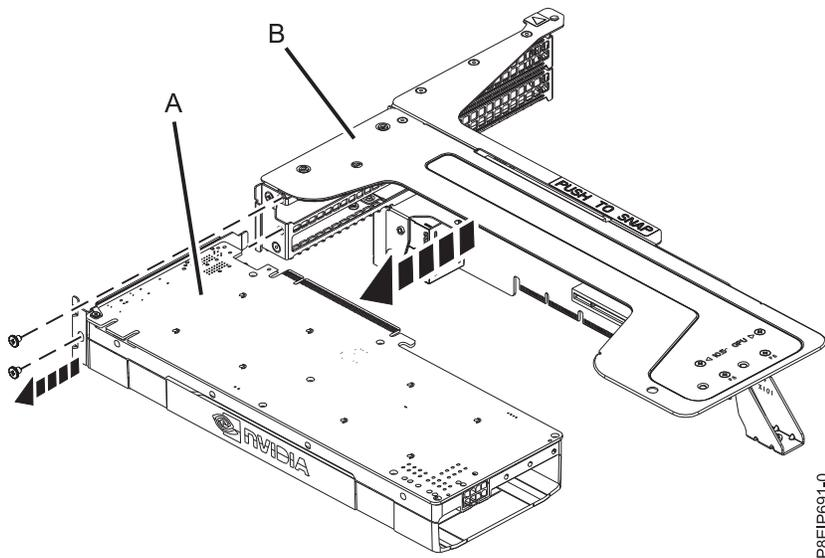

Figura 22. Removendo a GPU do riser
- f. Desconecte a GPU (A) do riser do adaptador PCIe (B) conforme mostrado na Figura 22.